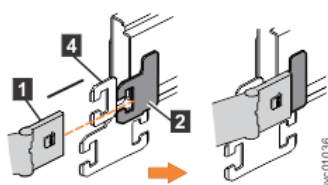

Figure 74. Installation du connecteur interne de l'élément supérieur du bras de routage des câbles sur l'élément interne de la glissière de support
2. Installez le connecteur interne de l'élément supérieur du bras de routage des câbles (1) sur l'élément interne de la glissière de support gauche (2), comme indiqué dans la Figure 74, à la page 68.